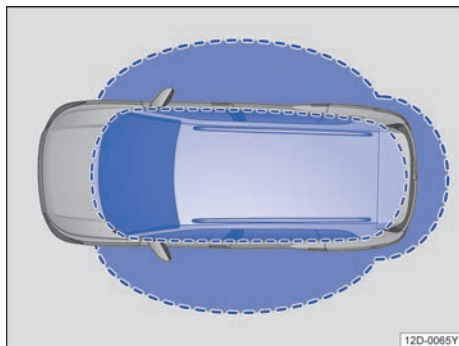
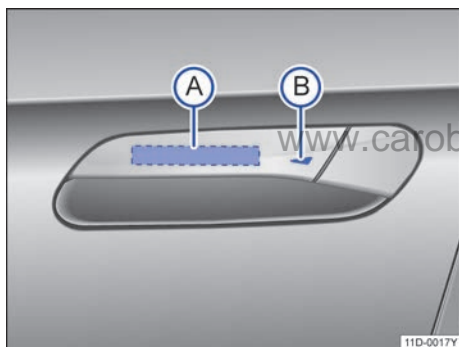

图 42 无钥匙进入闭锁/启动系统：工作范围
图 43 无钥匙系统 Kessy：车门拉手上的传感区
Kessy 是一种无钥匙系统，它可以实现在不操作遥控钥匙的情况下解锁或锁止汽车。操作者只需随身携带一把有效遥控钥匙，并处于车门或行李厢盖的有效感应区域内→图 42，同时触摸车门拉手上的传感区之一→图 43 或按压行李厢盖上的按钮即可实现。
如果有一把有效遥控钥匙在有效感应区域→图 42 内，则无钥匙系统 Kessy 会将访问权限授予该钥匙。紧接着可以在不主动操作遥控钥匙的情况下执行以下功能：
- 按压→图 43 A 解锁 Kessy。
- 触摸车门拉手上的传感区 →图 43 B 一次。汽车锁止。
如果在行李厢盖的有效感应区域→图 42 有一把有效的遥控钥匙。
- 要便捷关闭所有电动车窗和天窗，请用手指按住车门拉手上的传感区→图 43  几秒钟。
- 松开传感区→图 43  即可中断该功能。如果在松开车门拉手上的传感区→图 43  后立即将手放入  内，则所有车窗停在原位（安全功能） →第 57 页。
如果有水柱或水流从车门拉手传感器→图 43  处暂时移开，然后又移回（例如洗车时），则所有车窗均有可能打开→第 48 页，便捷功能。